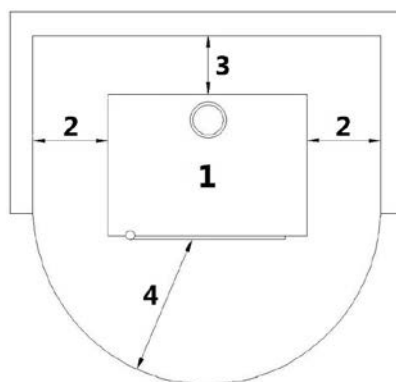

Fig. 31 - Algemene installatie
LEGENDE	Fig. 31
- Het is verplicht de kachel los van eventuele muren en/of meubels te installeren, met een minimale luchtdoorgang van 300 mm rondom de zijkanten en van 200 mm aan de achterkant, om een doeltreffende koeling van het apparaat mogelijk te maken, alsmede een goede verspreiding van de warmte in het vertrek (zie **Fig. 31**).
- Als de wanden van ontvlambaar materiaal zijn, controleer dan de veiligheidsafstanden (zie **Fig. 31**).